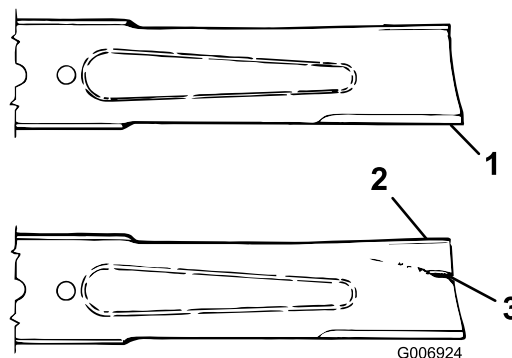

Figura 72
2. Examine cuidadosamente as extremidades da lâmina, prestando especial atenção à zona onde se encontram as partes curvas e planas da lâmina (Figura 72). Verifique o estado da lâmina antes da operação de corte, pois a areia e outros materiais abrasivos podem ter desgastado o metal que liga as partes curva e plana da lâmina. Se notar algum desgaste (Figura 72), substitua a lâmina; consulte “Remoção da lâmina de corte”.
Se a lâmina continuar a sofrer este tipo de desgaste irá formar-se uma ranhura entre a aba e a parte plana da lâmina (Figura 72). Eventualmente, pode soltar-se algum pedaço da lâmina e projetar-se, ferindo-o a si ou a qualquer pessoa próxima.